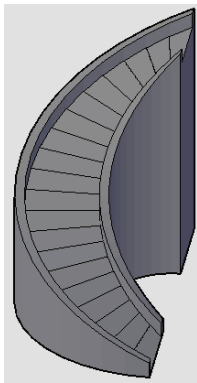

图 6-8 三维效果
3) 将当前视图转换为“西南等轴测视图”，查看圆弧梯段的三维效果，如图 6-8 所示。